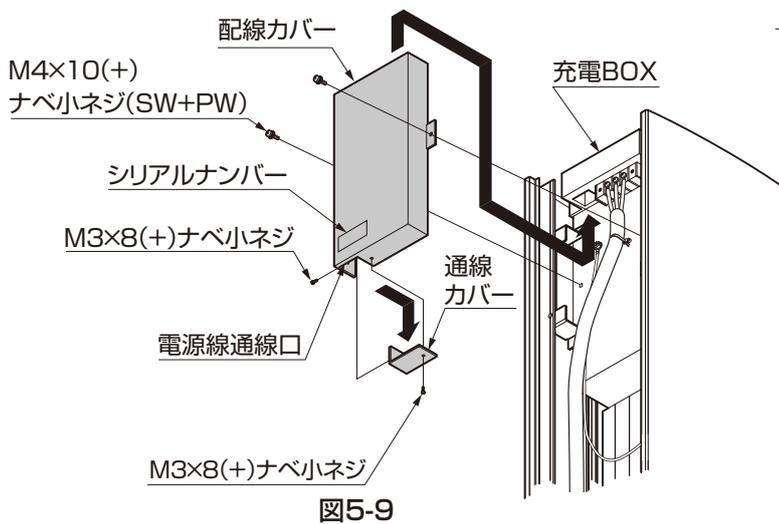

図5-9
- ①配線カバーからM3×8(+)ナベ小ネジを外して通線カバーを取外してください。(図5-9参照)
- ②配線カバーを充電BOXにM4×10(+)ナベ小ネジ(SW+PW)で取付けてください。(図5-9参照)